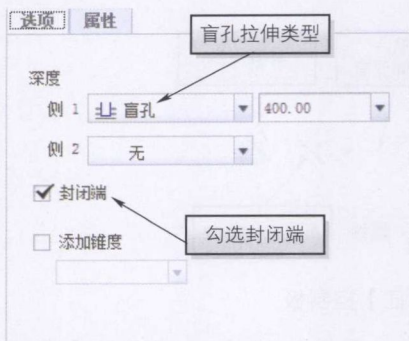

图 1-19 【选项】选项卡
6) 单击【确定】按钮完成截面的创建，打开【选项】选项卡，勾选【封闭端】选项，如图 1-19 所示，并在拉伸控制板中输入拉伸深度为“400.00”，完成如图 1-20 所示的拉伸特征。